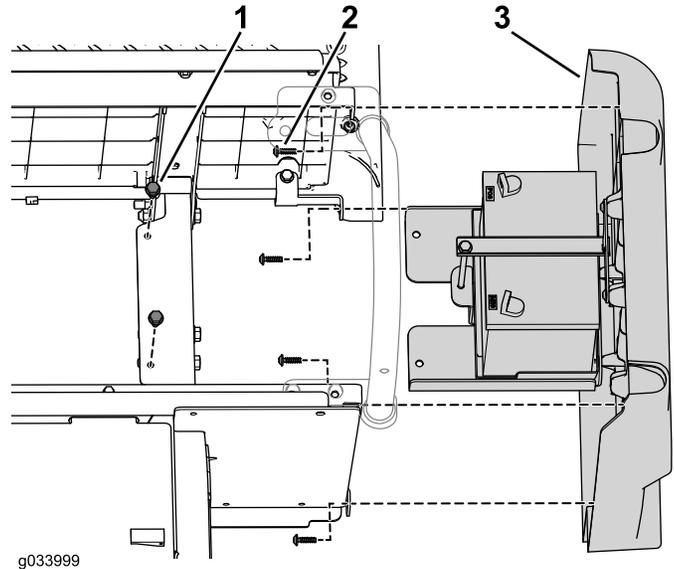

Figura 11
- Retire los 2 pernos con arandela prensada (5/16" x 3/4") que sujetan la bandeja de la batería al bastidor y utilice una llave dinamométrica T30 para retirar los 4 tornillos torx (M6,0 x 22 mm) que sujetan el panel lateral derecho, y retire dicho panel (Figura 11).
Nota: La batería sale junto al panel lateral derecho, según se muestra en Figura 11.